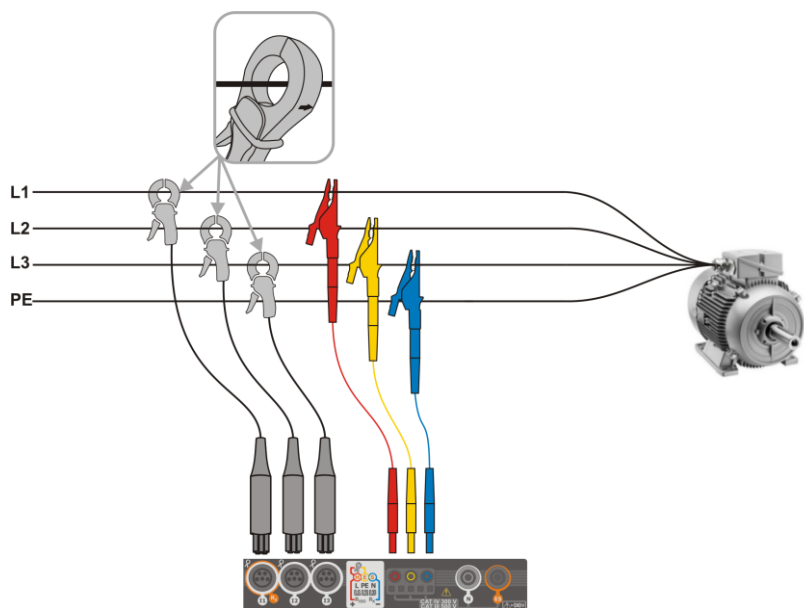
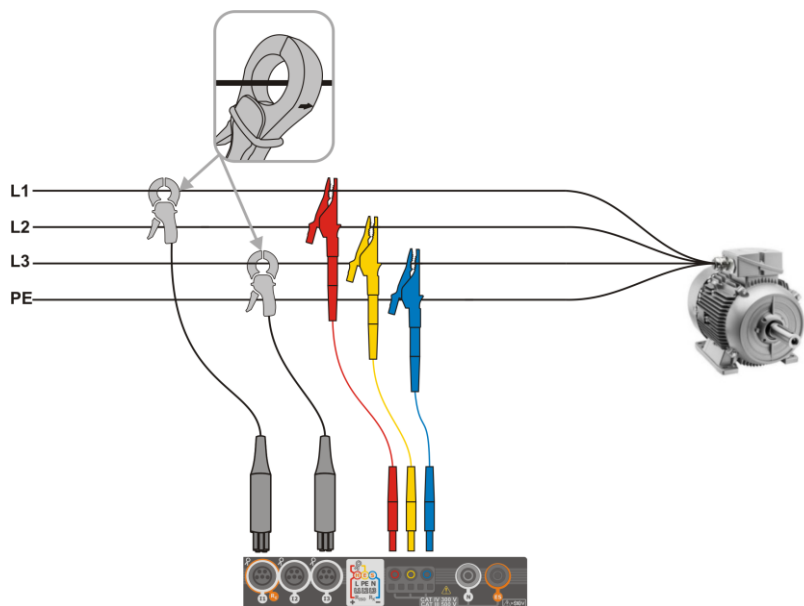

Fig. 6.7 Esquema de conexión – sistema trifásico con tres conductores de trabajo
Fig. 6.8 Esquema de conexión – sistema trifásico con tres conductores de trabajo (medición de corrientes mediante el método de Aron)
- trifásica de 3 hilos (**Fig. 6.7, Fig. 6.8**).
En los sistemas de tres conductores de AC se pueden medir las corrientes con el método de Aron (**Fig. 6.8**), usando sólo dos pinzas que miden las corrientes lineales I_{L1} y I_{L3} . La corriente I_{L2} se calcula entonces según la relación: